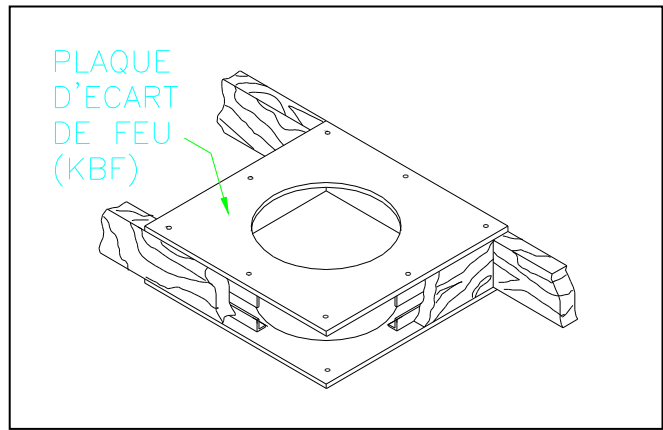

Figure 4
8. À toutes les traversées de parois combustibles (plafonds, murs, etc.) un coupe-feu (KBF) doit être mis en place (Fig.4 & 6). **Note: Le joint entre la paroi extérieure du conduit et tout coupe-feu installé au plafond doit être calfeutré avec du silicone haute température.**
11. Installer le capuchon de protection (KC). **ATTENTION :** Un capuchon de protection avec grillage pour éviter l'introduction d'oiseaux dans le conduit est parfois requis dans certaines régions ce qui peut occasionner un blocage dû à l'humidité et au gel. Consulter les autorités ayant juridiction.